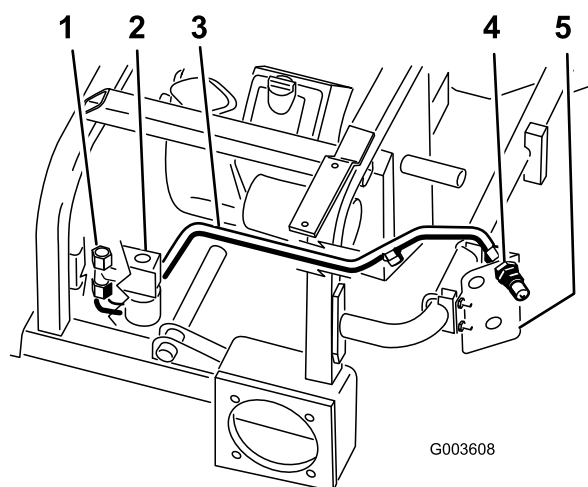

Figure 14
2. Placez la conduite hydraulique n° 1 dans la machine comme montré à la Figure 14.
3. Placez la conduite hydraulique n° 1 sur le raccord en T monté sur le côté de la vanne (Figure 14).
4. Placez la conduite hydraulique n° 1 sur le raccord mâle supérieur (Figure 14).